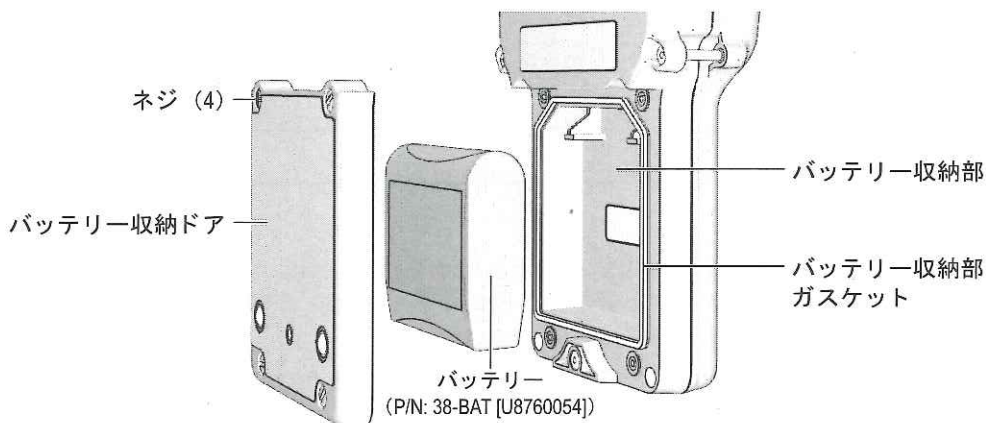

図 2-4 バッテリー収納部を開ける
バッテリーは、38DL PLUS の背面の収納部にあります (32 ページ図 2-4 参照)。
6. 装置の背面にあるバッテリー収納カバーの4本のネジを緩めます（32 ページ図 2-4 参照）。